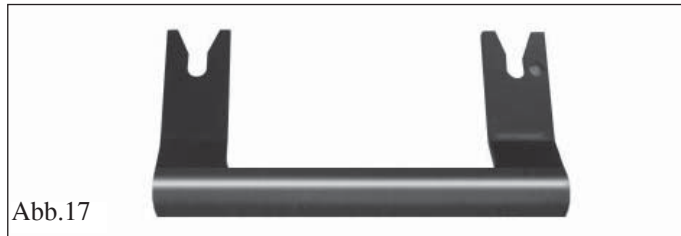

Abb.17
- Für das Öffnen der Tür den abnehmbaren mitgelieferten Griff verwenden (Abb. 17).